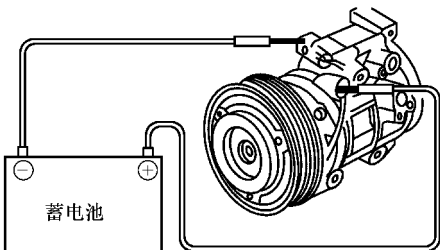

图 7-19 通电测试电磁离合器
4) 如图 7-19 所示, 将蓄电池正极连接至电磁离合器的接线 1P 端子, 蓄电池负极接至压缩机体缸体。